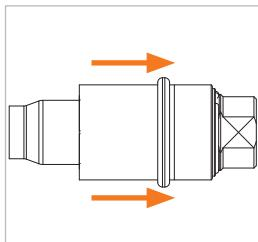

Abbildung 8
- ▶ Ziehen Sie die Griffhülse (Pos. 1) zurück (*Abbildung 8*). Dadurch wird die Verbindung zum Schlauch gelöst und der Adapter kann gerade nach hinten abgenommen werden.